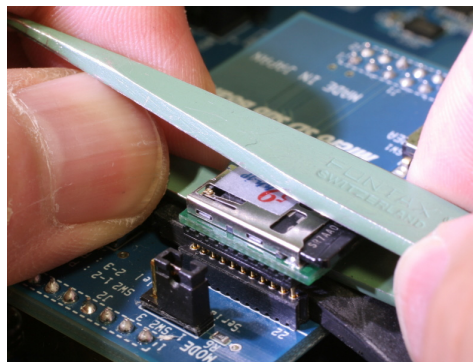

図 10.2.2 ピンセットを使った例
- ・ 図 10.2.2 のように、ピンセットをモジュールの下を通し、両側から少しずつ持ち上げるとスムーズに取り外せます。